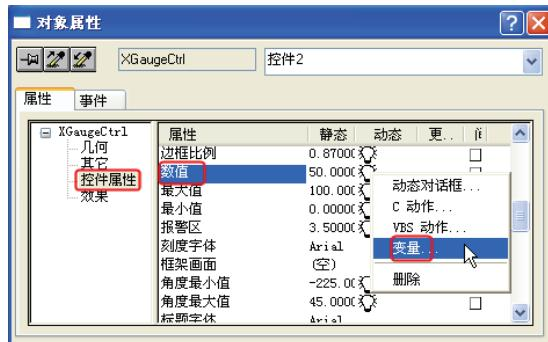

图 5-42 “对象属性”对话框
2) 控件与变量关联。在图形编辑区，选中量表控件，单击鼠标右键，弹出快捷菜单，单击“属性”选项，如图 5-42 所示。选中“数值”属性，用鼠标右键单击右侧的灯泡图标，单击快捷菜单中的“变量”命令找到与之关联的变量（如 C\_fill）即可，这样当 C\_fill 变化时，量表的指针也随之摆动。量表的其他属性的使用比较简单，在此不作介绍。